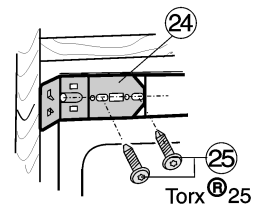
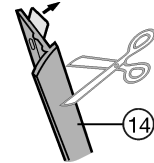

Fig. 14
Fig. 15
- ▶ Montagevinklen Fig. 14 (24) skrues løst på apparatet gennem langhullerne.
- ▶ Beskyttelsesfolien trækkes af fra afdækningslisten Fig. 15 (14). Listen placeres på apparatets sidevæg på håndtagets side, så den flugter med montagevinklens Fig. 14 (24) underkant, hvorefter den klæbes fast.
- ▶ afdækningslisten Fig. 15 (14) forkortes for nedden efter behov.*